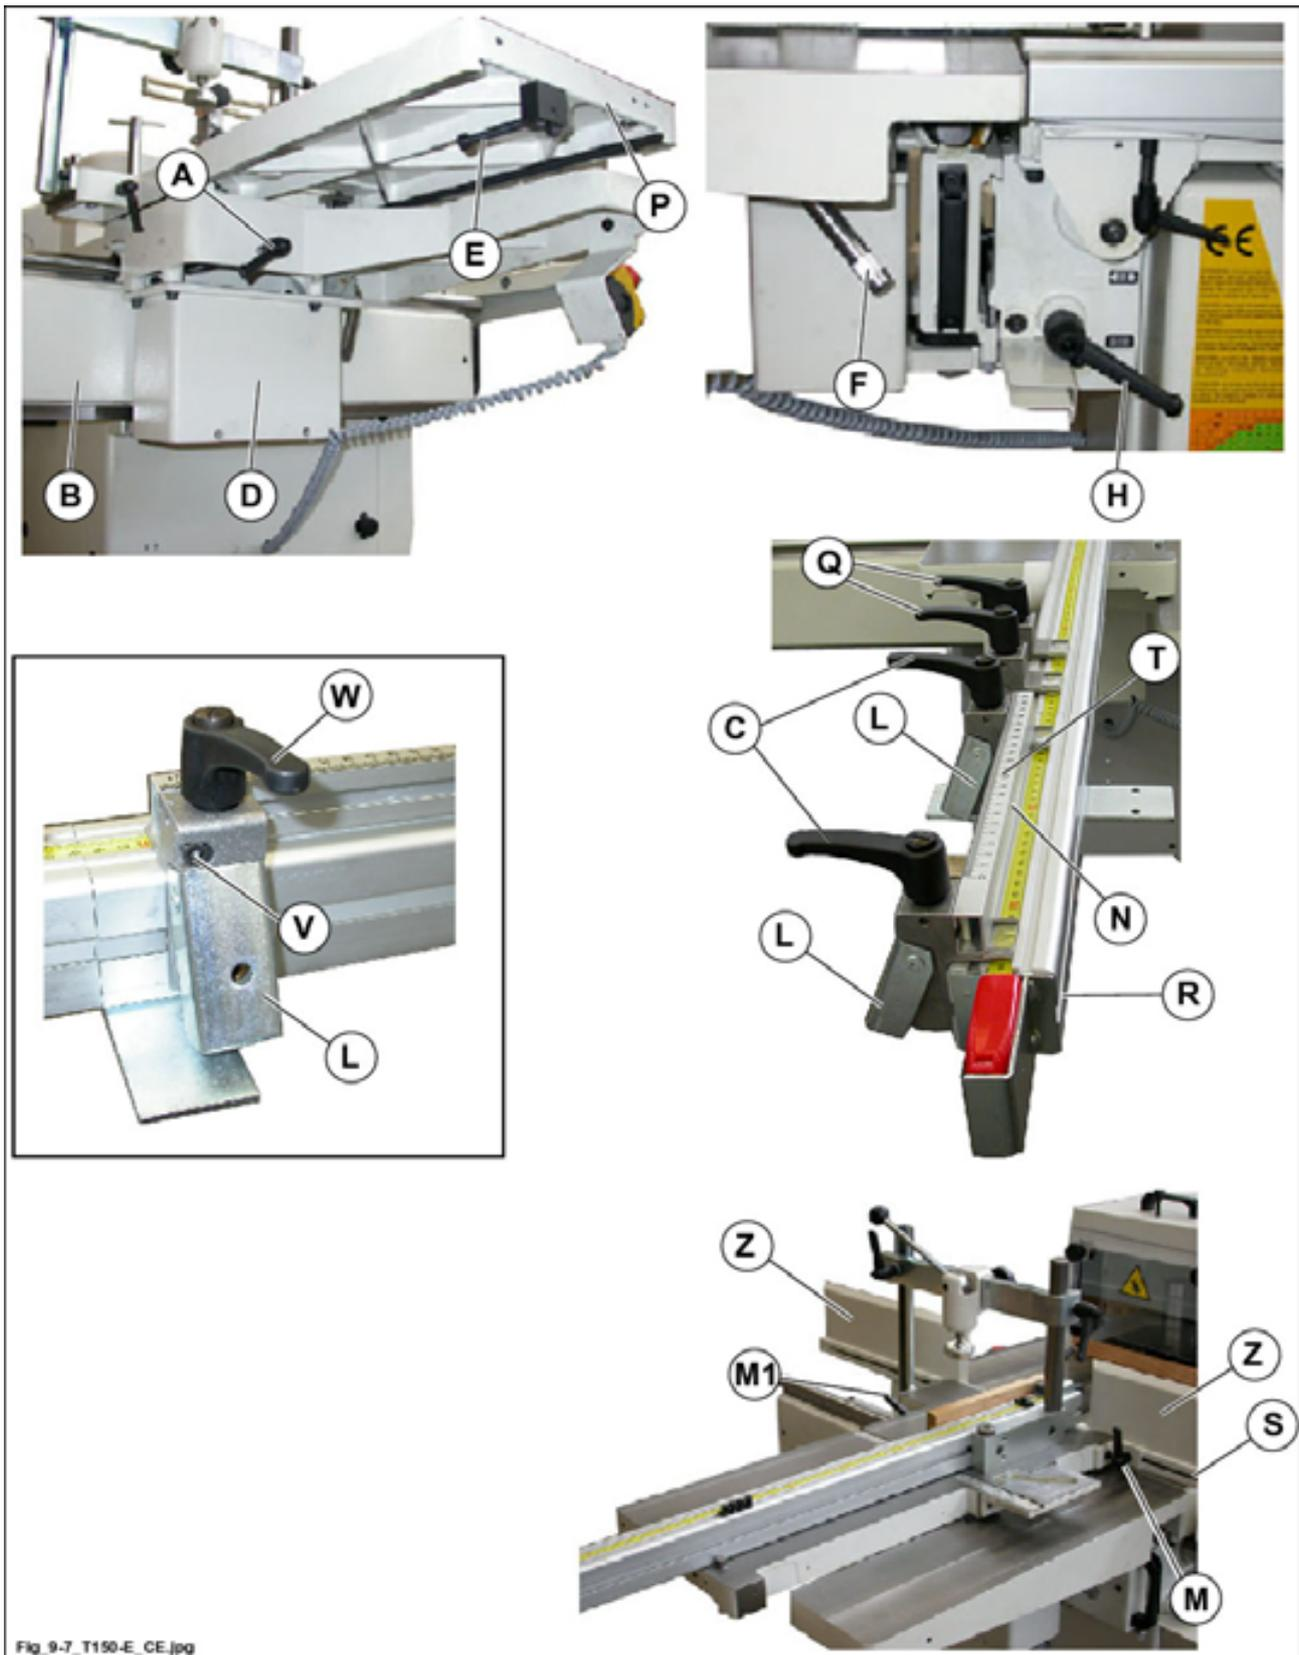

Fig. 9.7
Le chariot à tenonner (D fig. 9.7) est doté de:
- 1) une poignée (A fig. 9.7) qui bloque le coulisement du chariot sur la poutre (B fig. 9.7).
- 2) une poignée (H fig. 9.7) qui bloque le coulisement de la poutre (B fig. 9.7).
- 3) règle d'appui télescopique (R fig. 9.7) avec butées indépendantes (Q fig. 9.7).
- 4) table pour tenonner (P fig. 9.7) munie de butée (E fig. 9.7) de fin de course chariot, (pour éviter le contact entre table et outil).
Le mouvement de la table se bloque avec le levier (F fig. 9.7).
- 5) Un tiroir (N fig. 9.7) avec deux butées programmables (L fig. 9.7), utile lorsque l'on usine des pièces de longueurs différentes.
- Chaque butée se déplace en desserrant les vis (V fig. 9.7) et les poignées (W fig. 9.7); lire la mesure sur la plaquette (T fig. 9.7).
- Le déplacement complet du tiroir se fait en desserrant les poignées (C fig. 9.7).
avant chaque usinage monter la hotte pour tenonner (voir par. 9.44), régler la protection pour bras (Z fig. 9.7) en la faisant coulisser dans la rainure (S fig. 9.7) et en la fixant en position en serrant les poignées (M1 et M fig. 9.7) de façon à ce que pendant la course prévue pour l'usinage l'outil soit couvert en entrée et en sortie.